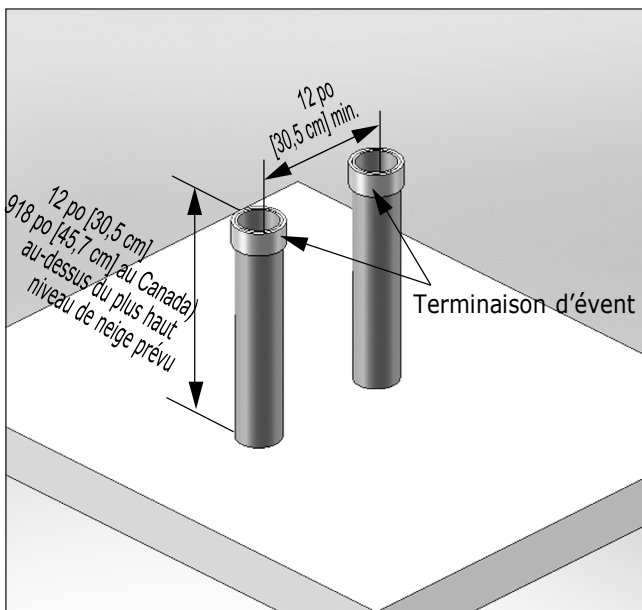
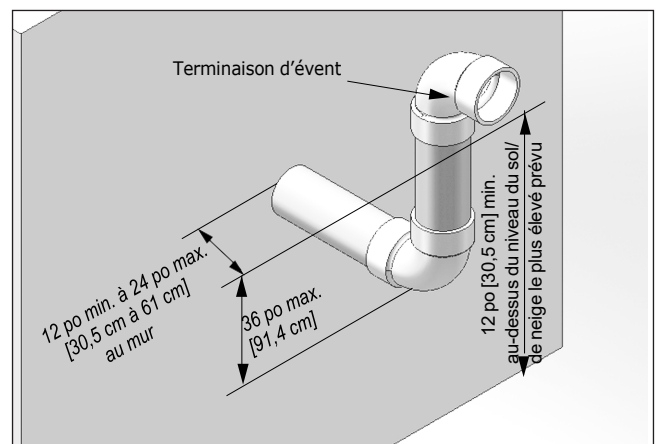

Fig. 17 - Catégorie IV - Terminaison verticale de plusieurs chaudières INSTINCT
Fig. 19 - Catégorie - IV - Terminaison périscopique murale du tuyau d'évent
2. Chaque terminaison d'évent doit être à un minimum de distance de 12 po [30,5 cm] de la terminaison adjacente, dans le cas des installations aux États-Unis, comme illustré à la fig. 17 ci-dessous. Pour les installations au Canada, fournissez les dégagements exigés par la norme CAN/CSA B149.1.
- À l'aide d'un coude de 90°, comme l'illustre la *fig. 19*.
3. Localisez la pénétration du tuyau d'évent de manière à créer les dégagements décrits à la Fig. 17 en page 26 et à la Fig. 19 en page 27.
- À l'aide d'un coude de 90°, comme l'illustre la Fig. 19 en page 27.
N'allongez pas le tuyau d'évent à l'extérieur du mur latéral, au-delà des dimensions illustrées dans la Fig. 17 en page 26 et la Fig. 19 en page 27. L'exposition prolongée du tuyau d'évent pourrait causer le gel du condensat et bloquer le tuyau d'évent, entraînant des dommages matériels substantiels, des blessures graves ou la mort.
- La fig. 19 illustre une option de terminaisons d'évent pour plusieurs chaudières INSTINCT. L'une ou l'autre option de terminaison illustrée à la Fig. 17 en page 26 ou à la Fig. 19 en page 27 peut être utilisée pour les installations de plusieurs chaudières INSTINCT. La distance minimale de 12 po [30,5 cm] entre les lignes centrales de la tuyauterie d'évent doit être maintenue peu importe l'option choisie.
- Consultez la Fig. 17 en page 26 et la Fig. 19 en page 27 pour connaître les dimensions de terminaison d'évent pour chaque unité installée dans le cadre d'une installation multiple.